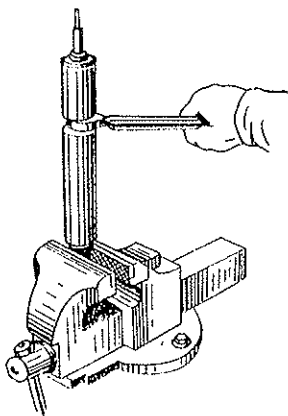

Bild 212 Losschrauben der Mutter vom Stoßdämpferbehälter
1. Stoßdämpfer in einem Schraubstock am unteren Auge in senkrechter Stellung wie in Bild 212 dargestellt einspannen.